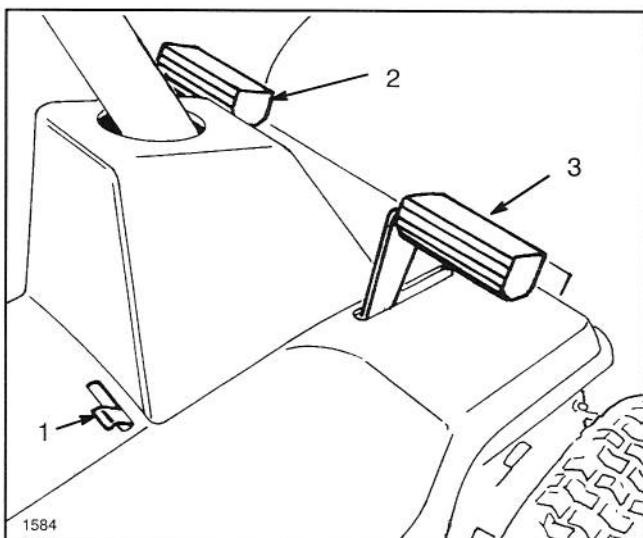

Figure 6
Pédale d'embrayage (Fig. 6)—S'utilise avec le changement de vitesse. Enfoncer à fond la pédale d'embrayage pour changer de vitesse. Enfoncer la pédale d'embrayage chaque fois qu'on freine.
Pédale de frein (Fig. 6)—S'utilise pour ralentir ou arrêter le tracteur. L'actionnement de la pédale commande le serrage d'un étrier sur le disque de frein, sur le côté de la transmission. Toujours enfoncer la pédale d'embrayage lorsqu'on freine.
Frein de stationnement (Fig. 6)—S'utilise avec la pédale de frein. Lorsqu'on enfonce la pédale et qu'on engage le frein de stationnement, la pédale de frein est maintenue en position enfoncée et un étrier est serré sur le disque de frein, sur le côté de la transmission.
1. Serrer le frein de stationnement (Fig. 6): voir "Utilisation du frein de stationnement", page 19.
2. Pousser le levier de frein de stationnement vers la gauche et relâcher la pédale de frein jusqu'à ce qu'elle soit bloquée par le levier de frein de stationnement (Fig. 6).
3. Pour desserrer le frein de stationnement, enfoncez la pédale de frein (Fig. 6), ce qui ramène le levier de frein de stationnement en position dégagée, puis relâcher la pédale de frein.